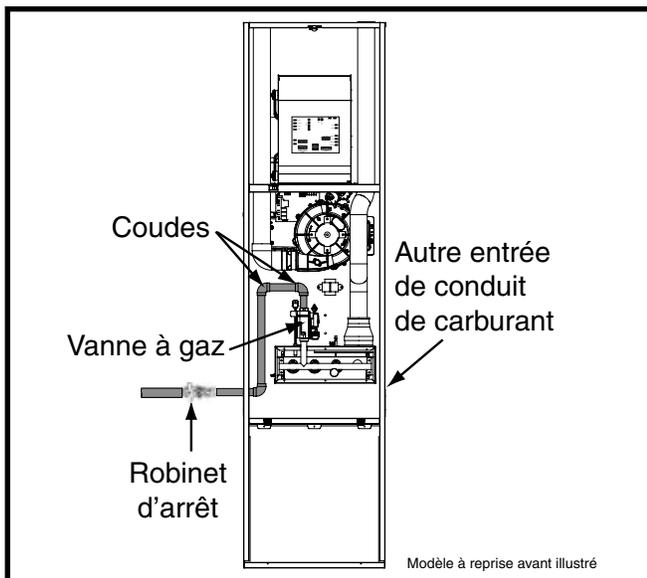

Figure 18. Raccordements de gaz typiques
- Certaines réglementations locales exigent l'installation d'un robinet d'arrêt principal manuel et d'un raccordement de mise à la terre à l'extérieur de la fournaise, comme indiqué à la Figure 18. Le robinet d'arrêt doit être facilement accessible pour l'entretien ou l'utilisation d'urgence. Communiquez avec le service public local ou le fournisseur de gaz pour connaître les exigences supplémentaires relatives à l'emplacement du robinet d'arrêt de gaz principal manuel.
La fournaise est installée avec une entrée de gaz à la base. Au moment de raccorder l'alimentation en gaz, prévoyez un dégagement entre la conduite d'alimentation de gaz et le trou d'entrée dans le boîtier de la fournaise pour éviter les bruits non désirés ou les dommages à la fournaise. Raccordements de gaz typiques, comme indiqué à la Figure 18.